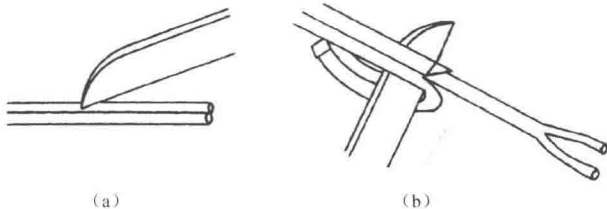

图 1-7 多芯护套线剖削方法
2) 剖削双芯或三芯护套线塑料绝缘层方法如图 1-7 所示。
①如图 1-7 (a) 所示，根据所需长度用电工刀刀尖对准苜线缝隙划开护套层。②向后翻护套层，用刀齐根切去，如图 1-7 (b) 所示。